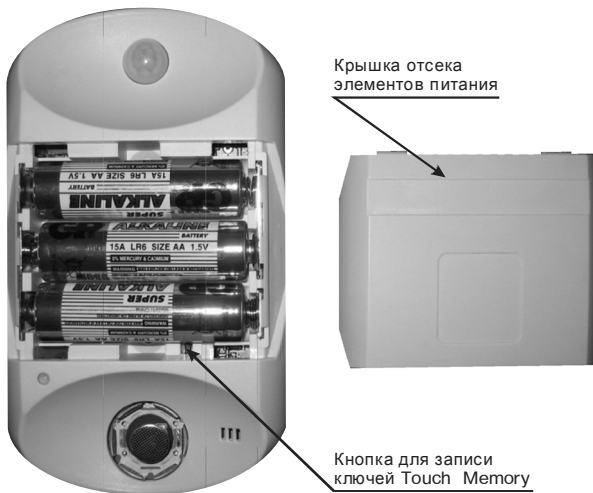

Рисунок 3.
- 1 Откройте крышку отсека элементов питания (рисунок 3). Для этого нажмите на боковые поверхности крышки с двух сторон и потяните ее на себя.
- 3 Снимите крышку отсека элементов питания прибора (рисунок 3).
**3** Снимите крышку отсека элементов питания прибора (рисунок 3).
Если элементы питания прибора разрядились до определенного порогового уровня, то при попытке включения охраны с помощью ключа Touch Memoгу раздаются три коротких и один длинный звуковой сигнал, охрана не включается. В этом случае необходимо заменить элементы питания. Если произойдет дальнейшее падение напряжения питания, прибор начнет посылать ложные тревоги, а затем и вовсе перестанет работать до замены элементов питания. Для замены элементов питания откройте крышку отсека элементов питания (рисунок 3) и, соблюдая полярность, замените их.